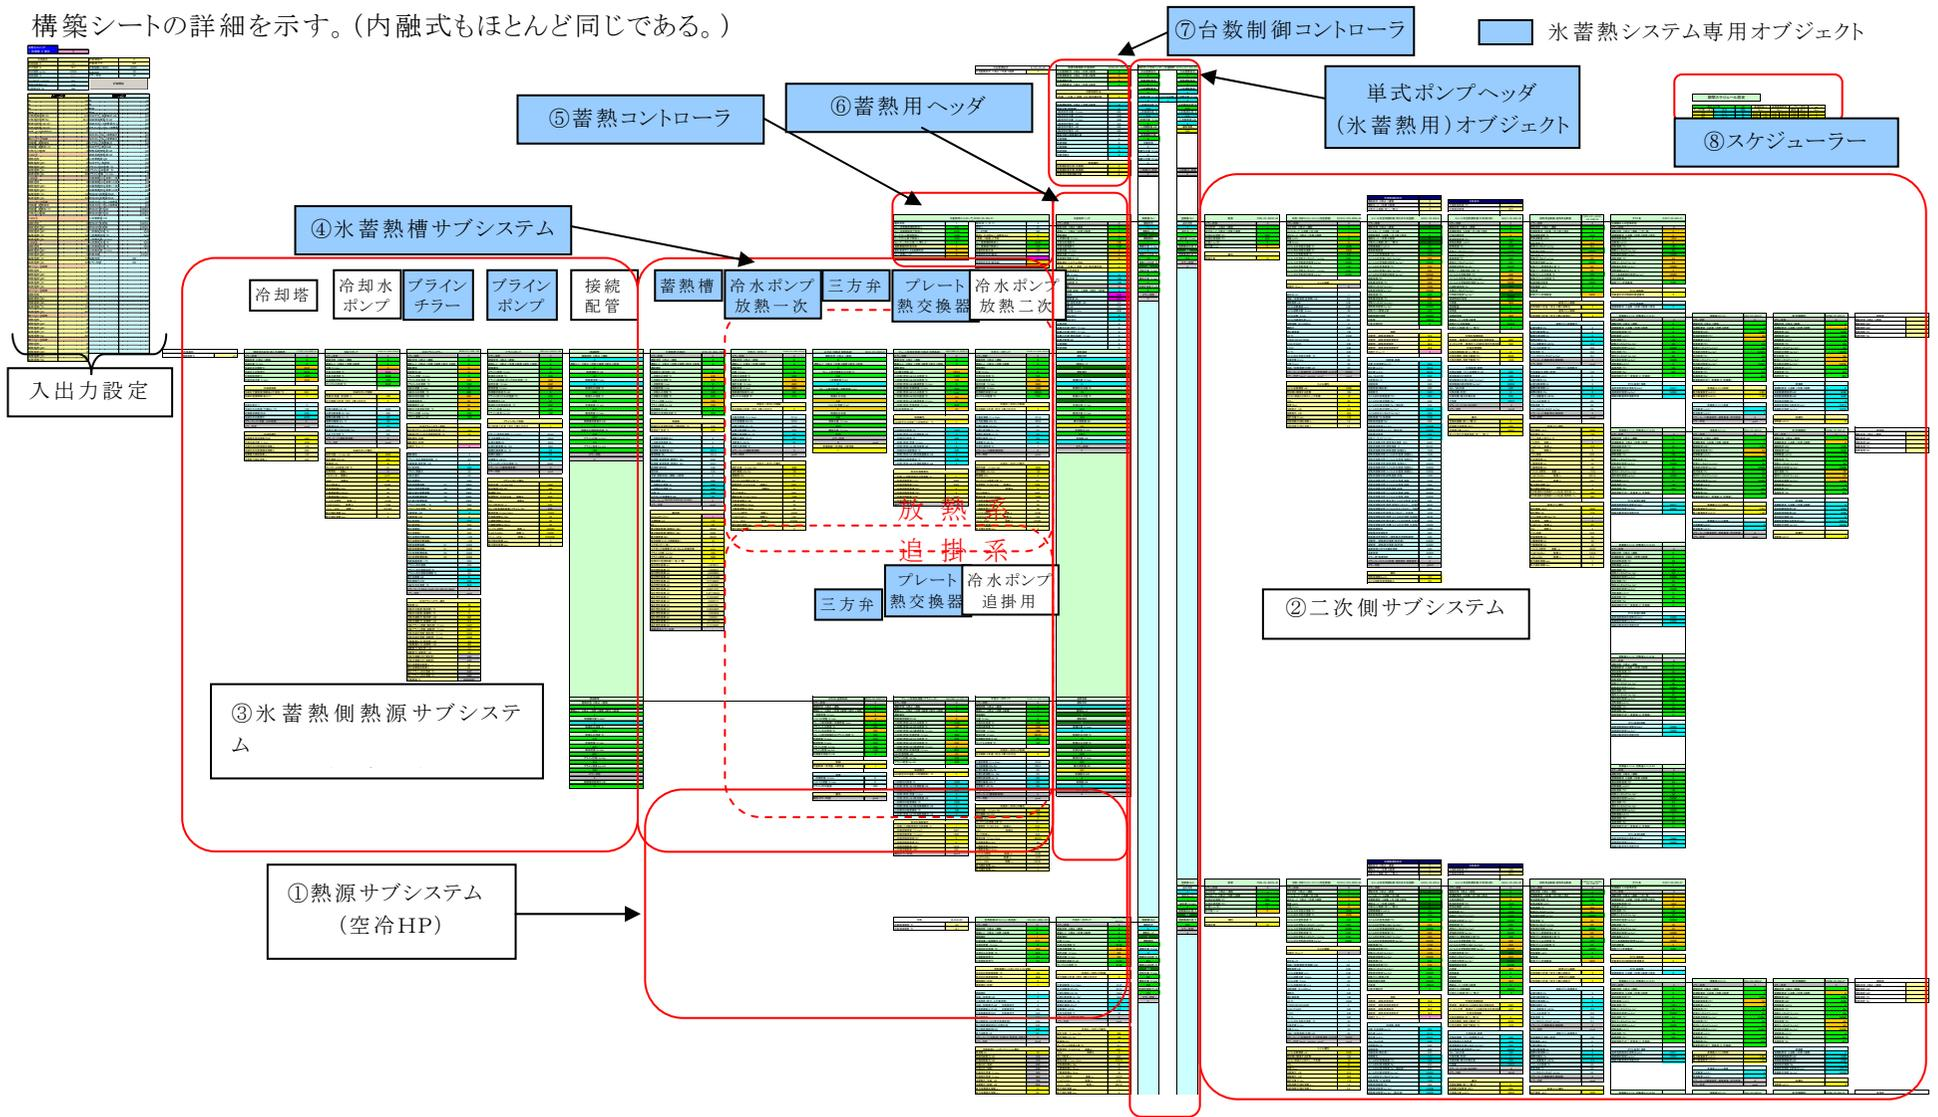

図 6.4 構築シートの全体構成
② モデル化の手順
(2)熱源サブシステム、二次側サブシステムの構築(図 6.4 の①、②)
(3)氷蓄熱側熱源サブシステムの構築(図 6.4 の③)
(4)氷蓄熱槽サブシステムの構築(図 6.4 の④)
(6)熱源機器の運転優先順位の設定(図 6.4 の⑥)
(7)台数制御コントローラの設定(図 6.4 の⑦)
(8) 期間スケジュールの設定(図 6.4 の⑧)